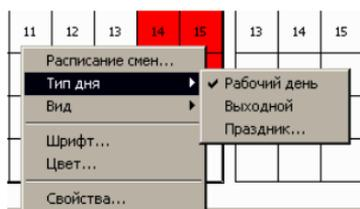

Рис. 1.4. Контекстное меню, представление «Календарь».
*Контекстное меню* служит для получения быстрого доступа к часто используемым командам и относится к *активным* объектам (строка, ячейка и тому подобное) (рис. 1.4).